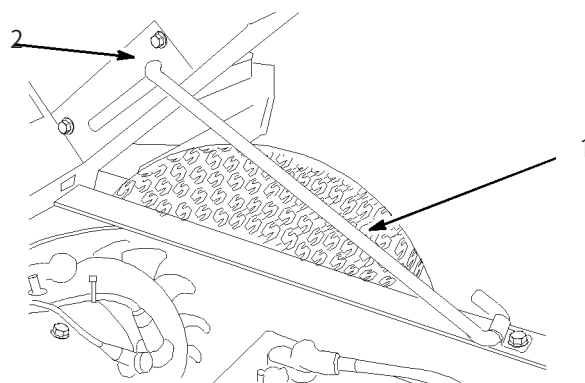

図23
2. 安全サポートを「ロック」位置まで引き上げる(図23)。